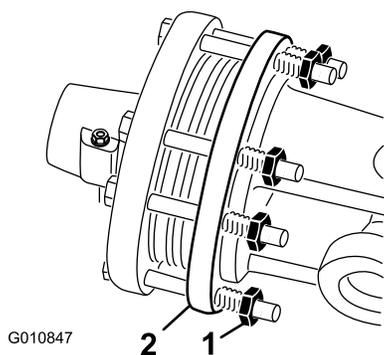

Рисунок 50
1. По окончании сезона отверните каждую гайку муфты на 2 оборота (Рисунок 50).